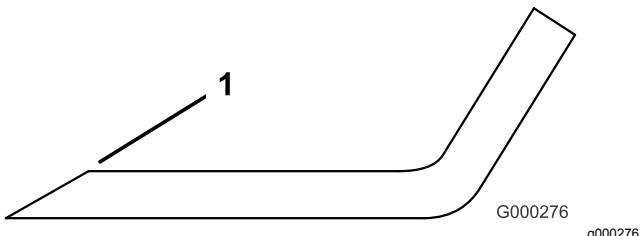

Figura 111
3. Inspecione as extremidades de corte de todas as lâminas e afie-as se apresentarem sinais de desgaste ou ranhuras (Figura 111).
Nota: Afie apenas a zona superior da parte cortante e mantenha o ângulo de corte original para garantir um desempenho eficaz da lâmina (Figura 111). A lâmina mantém o equilíbrio se for retirada a mesma quantidade de metal de ambas as partes cortantes.